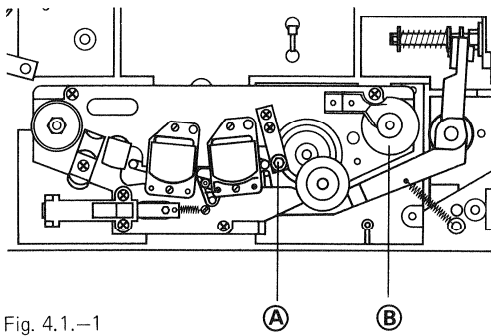

Fig. 4.1.-1
– Bandführungen reinigen, Bandführung (A) *nicht verstellen*. Wenn nötig, kann die Bandführung mit einem Kreuzschlitz-Schraubenzieher vom Kopfträger gelöst werden (2 Schrauben, Fig. 4.1.-1).
– Tacho-Rolle (B) reinigen
– Clean tape guides, take care *not to alter* the adjustment of guide (A). The tape guide may be removed from the headblock after undoing its Phillips head mounting screws (2 screws, fig. 4.1.-1).
– Clean the tacho roller (B)
Nettoyez les guides de bande, *ne pas dérégler* le guide de bande (A), qui si nécessaire ne sera démonté qu'avec son support, à l'aide d'un tournevis à croix (2 vis, fig. 4.1.-1).
– Nettoyez la roue tachymétrique (B)